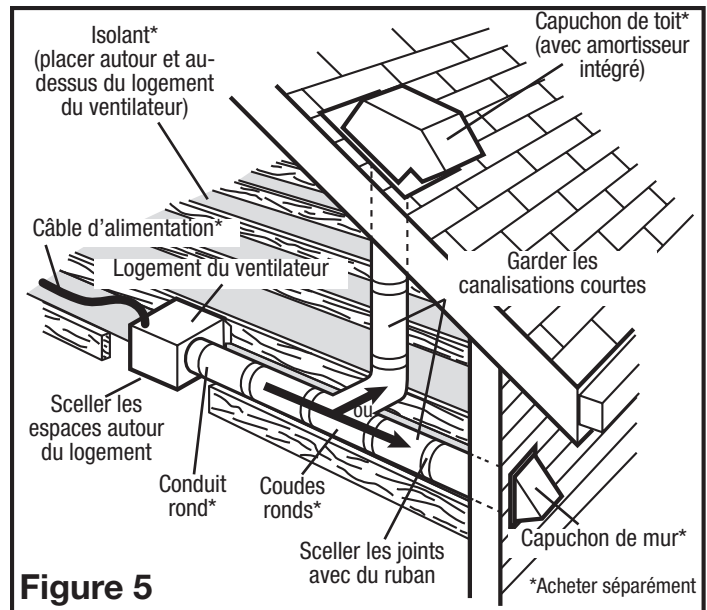

Figure 5
2. Assurez-vous que les joints des conduits et les pénétrations extérieures sont scellés avec du mastic ou tout autre matériau similaire pour créer un passage d'air étanche afin de minimiser la perte ou le gain de chaleur et réduire le risque de condensation. Placez / enveloppez l'isolant autour du conduit et / ou ventilateur afin de minimiser la possibilité d'accumulation de condensation à l'intérieur du conduit, ainsi que la perte ou le gain de chaleur (**Figure 5**).